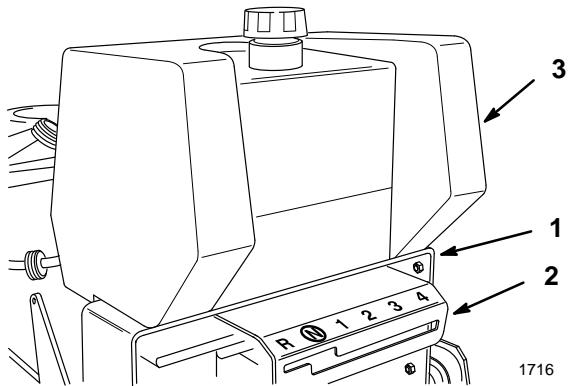

Abbildung 1
1. Bedienungskonsole unterhalb des hinteren Rahmens anbringen (Abb. 1). Den Kraftstofftank mit der Oberkante des hinteren Rahmens ausrichten (Abb. 1).